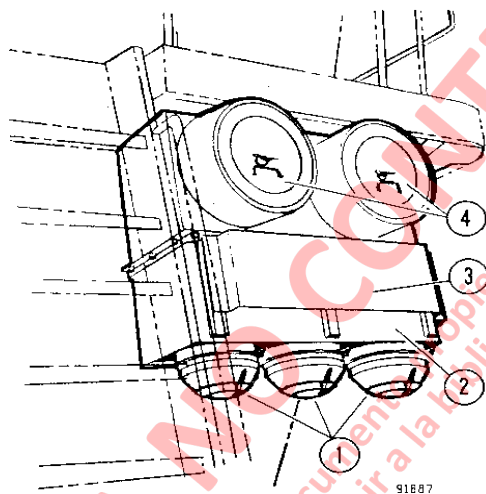

FIGURA 5-1 LIMPIADORES DE AIRE DEL MOTOR
La demanda de aire del motor crea un vacío en los limpiadores de aire y hace que el aire exterior se absorba a través de las entradas de aire en los limpiadores de aire. El aire sucio que entra aquí es absorbido a través de una serie de tubos que están diseñados para producir una acción ciclónica. A medida que pasa el aire a través de la parte externa de los tubos, se establece un movimiento circular, haciendo que el polvo y las partículas de suciedad salgan de la corriente de aire hacia los colectores de polvo (1, Figura 5-1). Al mismo tiempo, la corriente de aire gira y es dirigida hacia arriba a través del centro de los tubos hacia la cámara de filtro. Aquí el aire pasa a través del elemento del filtro principal y el elemento de filtro de seguridad y hacia afuera por la salida de aire limpio hacia el sistema de admisión de aire del motor. La función del filtro de seguridad es aumentar la confiabilidad general y la protección del motor.
1. Siga los procedimientos normales y apague el motor. Limpie el área que rodea a la cubierta del elemento del filtro (4, Figura 5-1).
3. Retire la cubierta de admisión de aire (3, Figura 5-1). Retire los tornillos y tuercas de seguridad que sujetan la sección del pre-purificador al conjunto del limpiador y retire el pre-purificador. El elemento de seguridad debe permanecer en su lugar para proteger la entrada del motor.